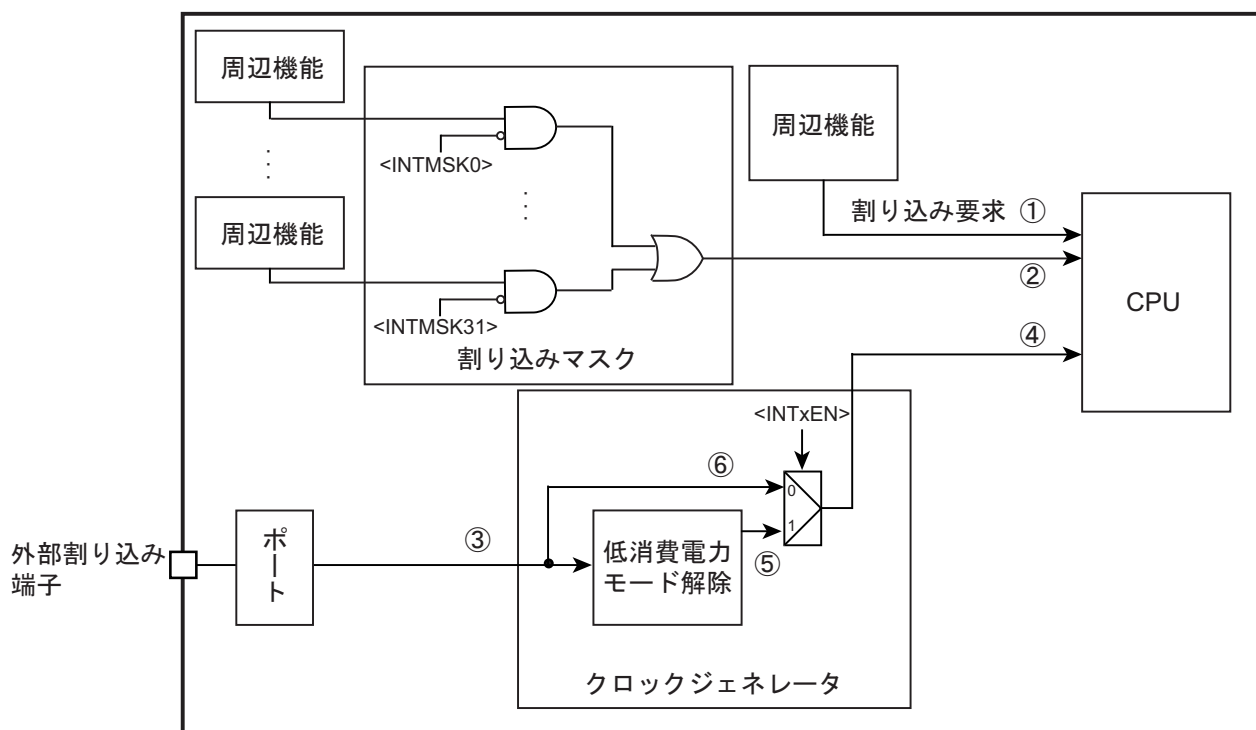

図 7-1 割り込みの経路
割り込み要求の経路を図 7-1 に示します。
外部割り込み端子からの入力信号は、入力ディセーブル(PxIE<PxmiE>="0")の場合"High"となります。また、外部割り込みを低消費電力モード解除要因として使用しない場合（「図 7-1 割り込みの経路」の⑥の経路）、外部割り込み端子からの入力信号がそのまま CPU に伝わります。CPU は"High"入力を割り込みとして認識しますので、入力ディセーブルのまま CPU で該当する割り込みを有効にすると割り込みが発生します。